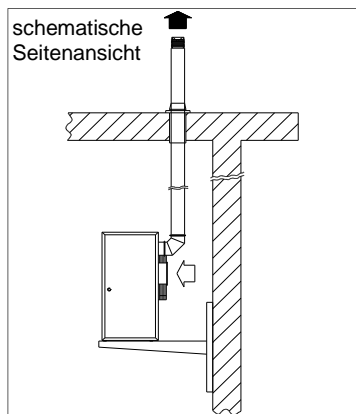

Abb. 6
- wenn das Dach gleichzeitig Decke ist, mit einer vertikalen Rohrleitung über das Dach (Abb. 6).